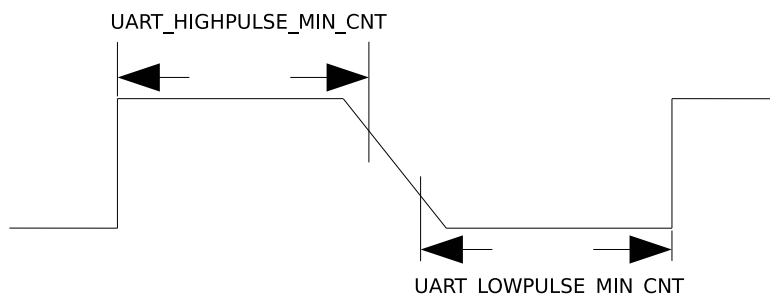

图 25-3. UART 信号下降沿较差时序图
置位 UART_AUTOBAUD_EN 可以开启 UART 波特率自检测功能。图 25-3 中的 Baudrate_Detect 可以滤除信号脉宽小于 UART_GLITCH_FILT 的噪声。
2. 对于 UART 信号的下降沿信号比较差的情况，如图25-3所示，这时通过取 `UART_LOWPULSE_MIN_CNT` 与 `UART_HIGHPULSE_MIN_CNT` 的和平均得到的值不准确，可以通过 `UART_POSEDGE_MIN_CNT` 获取发送方波特率。计算公式如下：